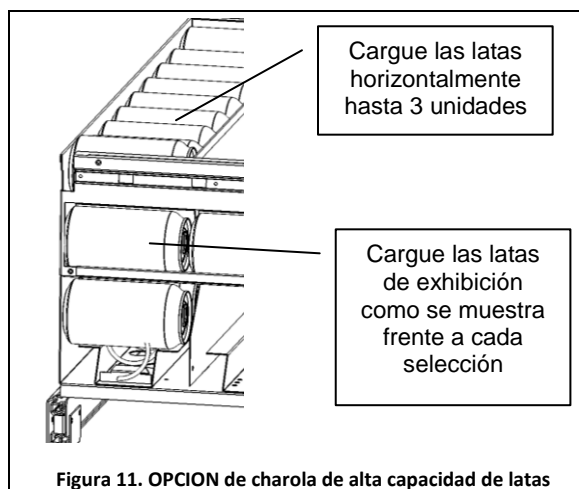

Figura 11. OPCION de charola de alta capacidad de latas
Algunas máquinas vienen equipadas con la opción de charola de lata de alta capacidad (HCCT). Hay dos configuraciones para la opción HCCT ... una para las latas de 355ml (12oz.) y una para las latas de 375ml (13oz.). La opción HCCT solo se proporciona para estos dos tamaños de latas con diámetros idénticos. Cargue el producto de manera horizontal desde la parte de atrás hacia adelante y apile un máximo de tres (3) niveles de altura. Ver Figura 11.